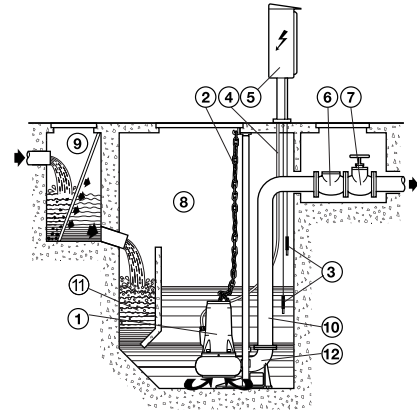

Afb. 5
5.2.1 MOBIELE INSTALLATIE (AFB. 5)